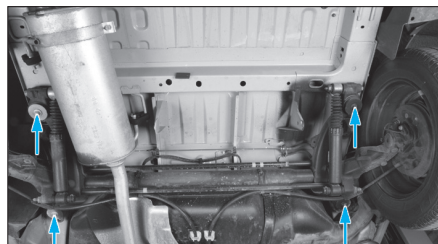

Fig. 78
- Déposer les vis de fixation (flèches) de l'essieu puis le dégager (Fig.78).